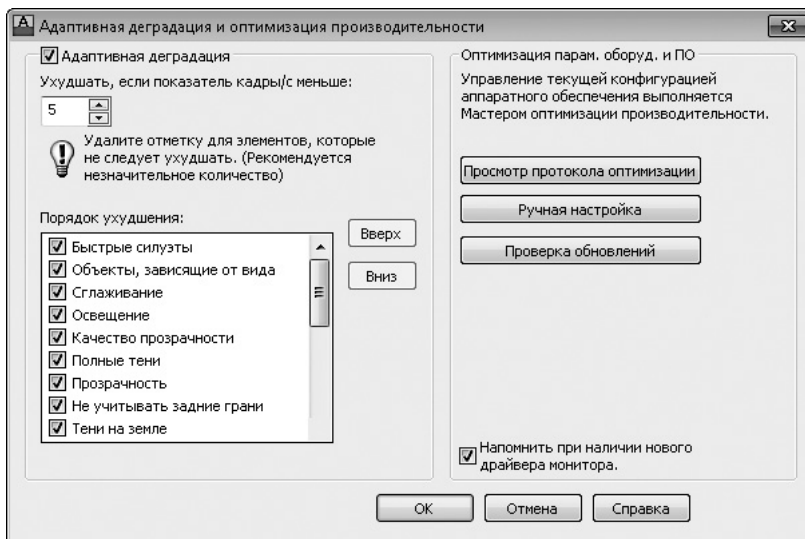

Рис. 1.18. Диалоговое окно для оптимизации работы программы
**Аппаратное ускорение** — открывает меню, команды которого позволяют настроить производительность системы для работы с программой. В частности, выбор команды **Мастер оптимизации производительности** открывает диалоговое окно **Адаптивная деградация и оптимизация производительности** (рис. 1.18).